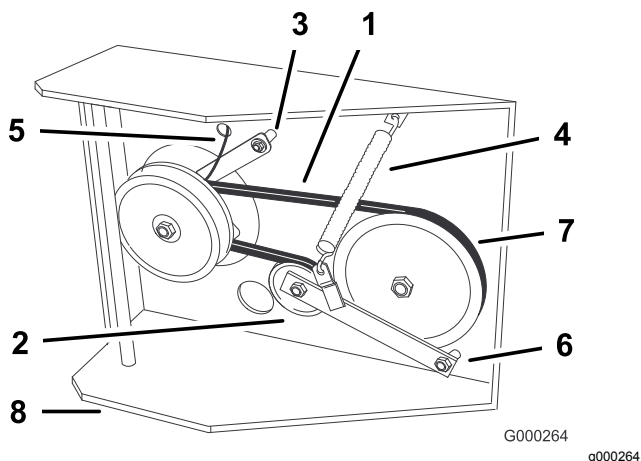

Рисунок 43
- Отсоедините держатель муфты от деки двигателя (Рисунок 43).
- Установите натяжную пружину между рычагом натяжного ролика и кронштейном рамы (Рисунок 43).
- Установите держатель муфты на деку двигателя (Рисунок 43).
- Снимите крюк натяжной пружины с боковой части рамы (Рисунок 43).